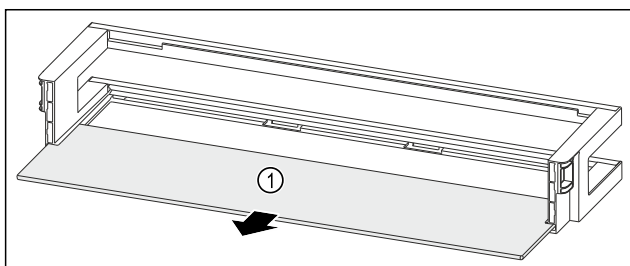

Fig. 89 Лотки на дверцятах з полицею
- ▶ Дістаньте полицю Fig. 89 (1).